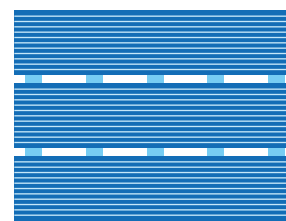

Figura 1: apilado de estibas
- Las placas de yeso X-terium deberán almacenarse en estibas de 60 piezas como máximo, y podrán apilarse hasta 7 estibas. Cada una deberá tener soportes a cada 61 cm. a centros entre ellos para elevar las placas para su protección, conforme a lo indicado en la figura 1